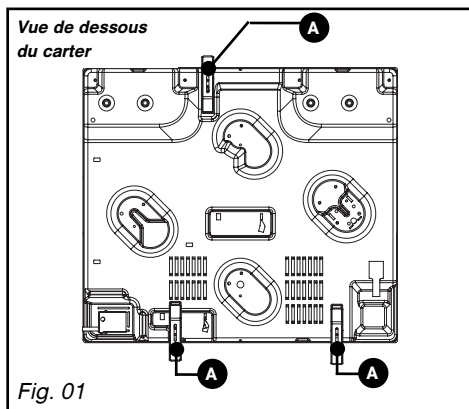
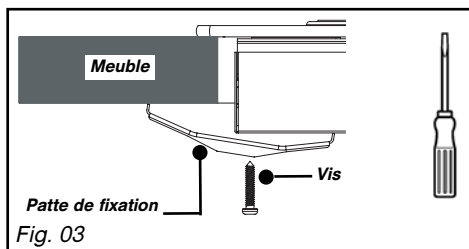

Fig. 01
Fig. 03
– Vous pouvez immobiliser, si vous le désirez, la table au moyen de pattes de fixation livrées avec leur vis (Fig. 01 - Fig. 03) se fixant aux coins du carter. **Utilisez impérativement les trous prévus à cet effet suivant le dessin ci-dessus (Fig. 02).**